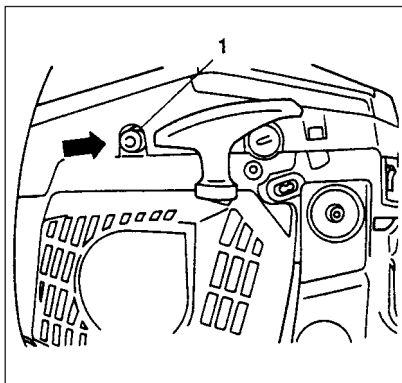

Fig. 2-2B
- \* Presser la valve de décompression (1) (si la machine est équipée d'une valve, celle-ci reviendra à la position initiale lors du démarrage du moteur). (Fig. 2-2B)